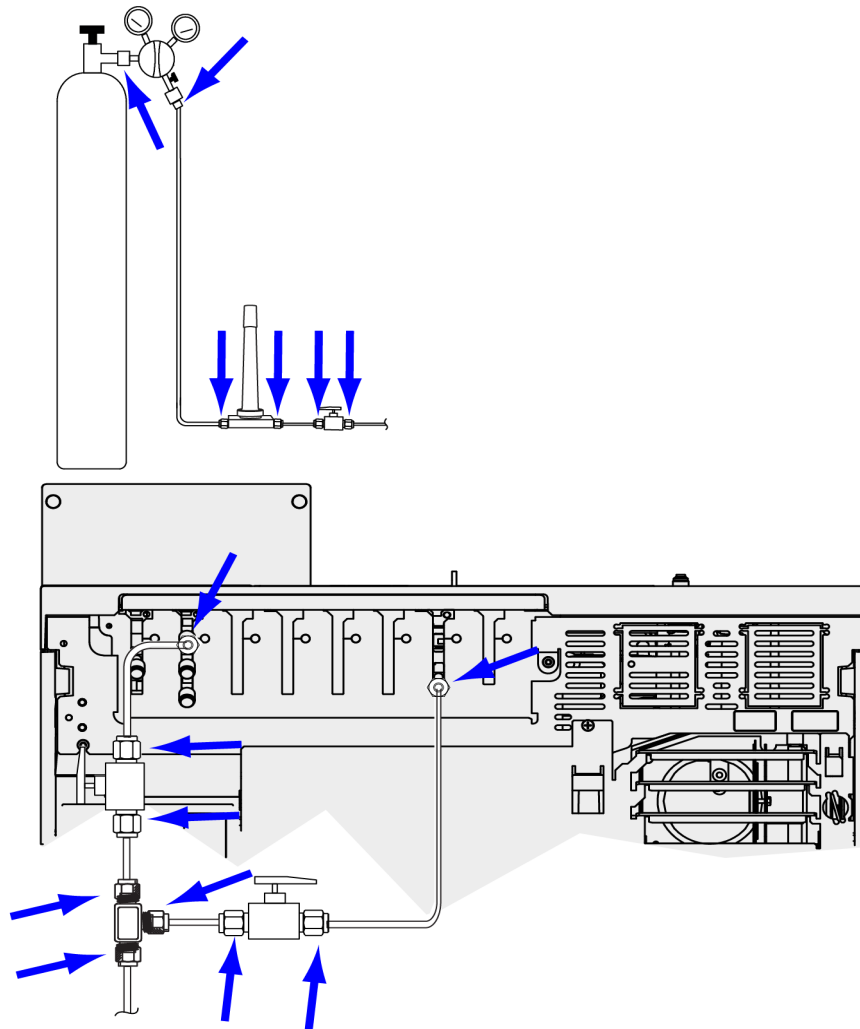

Figure 12. Endroits où chercher des fuites
4. Attendez 10 minutes. Si la baisse de pression est supérieure à 7 kPa (1 psi), il y a une fuite dans les connexions externes. Utilisez le détecteur de fuite pour vérifier l'étanchéité de chaque raccord. Reportez-vous à la **Figure 12**.